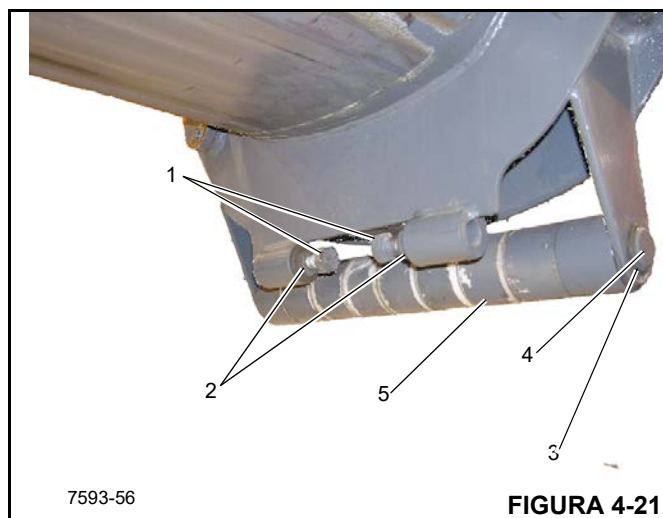

FIGURA 4-21
3. Remova os quatro dispositivos deslizantes (2) e os calços dos trilhos superiores e inferiores na parte traseira da seção.
9. Remova os parafusos centralizadores superiores e inferiores (1) (Figura 4-21) e as contraporcas (2) de ambos os lados.
10. Remova os dois anéis de pressão (3) (Figura 4-21) e a haste do eixo (4) e roletes (5) do suporte de roletes na parte inferior da seção.